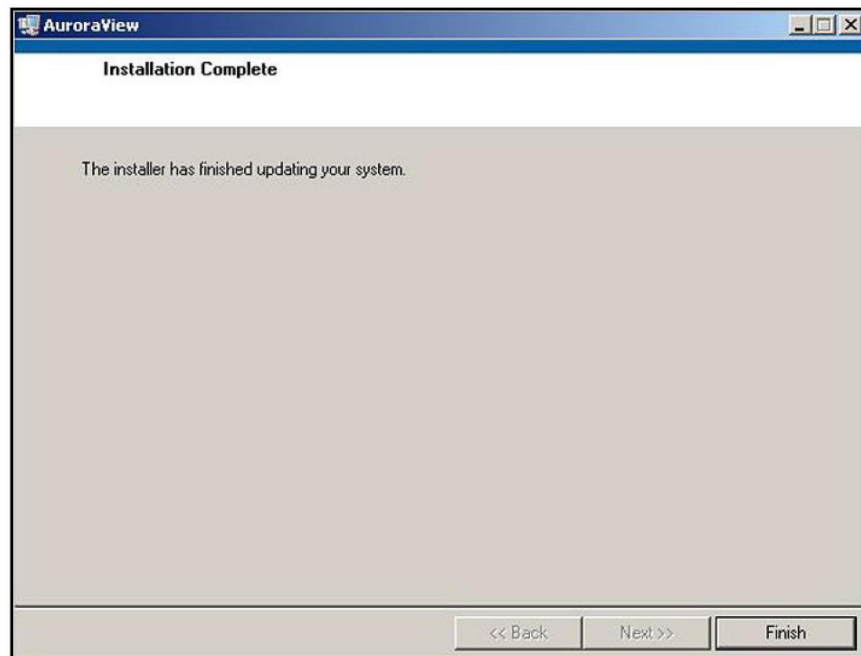

図 27 : インストールの完了
9. インストールが完了すると、下の図 27 に示す画面が表示されます。